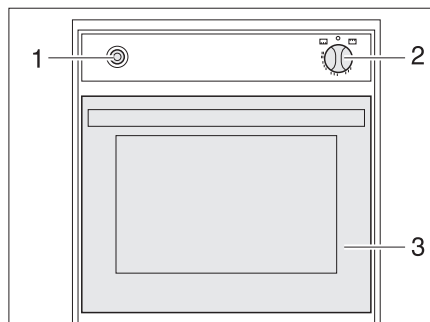

Bild 140 Gasugn
- Öppna ugnsluckan (Bild 140,3) helt.
- Tryck lätt på vridregulatorn (Bild 140,2) och ställ den på "🔥" (ugn) eller "GRILL" (grill).
- Tryck på vridregulatorn (Bild 140,2) under 5 till 10&nbsp;sekunder. Gasen strömmar till brännaren.
- Tryck på tändaren (Bild 140,1) tills lågan tänds.
- Ställ vridregulatorn (Bild 140,2) på "○". Flammen slocknar.